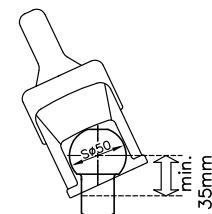
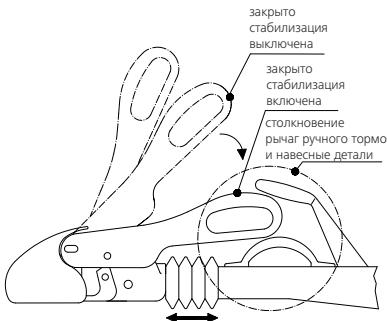

Рисунок 1: шаровая штанга
Рисунок 5: Включить стабилизацию
1.3 Тягово-сцепное устройство WS 3000/3500 может использоваться только со сцепными шарами в соответствии со стандартом DIN 74058 / ISO 1103, шейка шаровой головки в радиусе 35 мм должна быть свободна от навесных деталей. (Рис. 1) (вместо 32 мм в соответствии со стандартом DIN 74058 / ISO 1103). Не допускается использование WS 3000/3500 в сочетании с пальцами с шаровой головкой и болтовым креплением без дополнительного стопорного предохранительного устройства. При включенном стабилизационном устройстве рычаг управления при движении должен быть свободен от деталей автомобиля или навесных деталей, т.е. при вставленной боксирной сцепке и одновременном вращательном движении WS 3000/3500 не должно происходить столкновение с рукояткой ручного тормоза или другими элементами. (Рис. 5). Также необходимо соблюдать инструкции по эксплуатации или указания производителя набегающего тормоза.
Для этого рычаг управления из застопоренного положения следует переместить вниз до упора. (Рис. 5). При этом пакет пружин натянут, прижимная сила через фрикционные накладки передается на сцепной шар. При этом рычаг управления находится почти параллельно оси дышла прицепа.